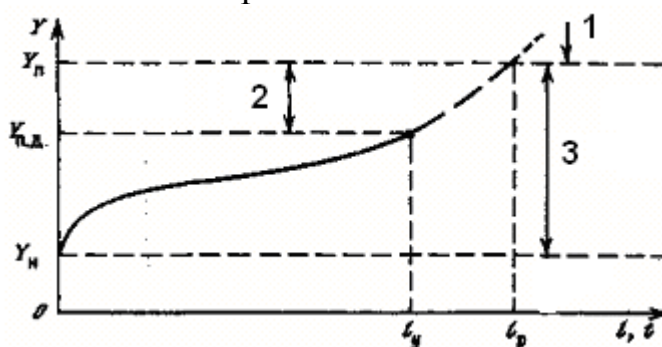

Рис. 2.1
25. Как называется зона 1 на рис. 2.1:
26. Как называется зона 2 на рис. 2.1:
27. Как называется зона 3 на рис.2.1:
28. Что обозначает t_y на рис. 2.1: